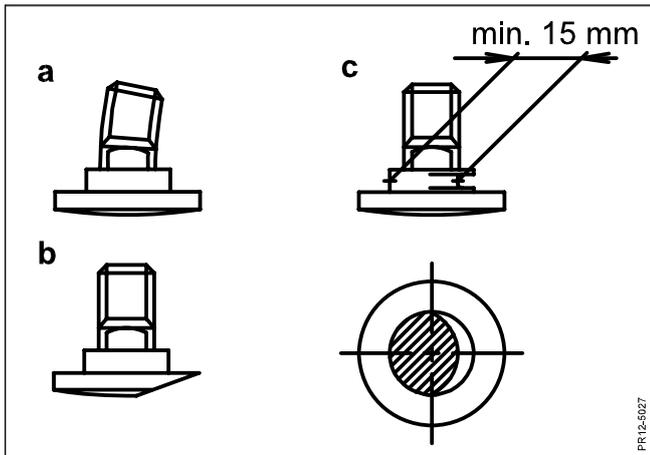

Рис. 5-6
- Рис. 5-6 Заменить болты крепления ножей если: